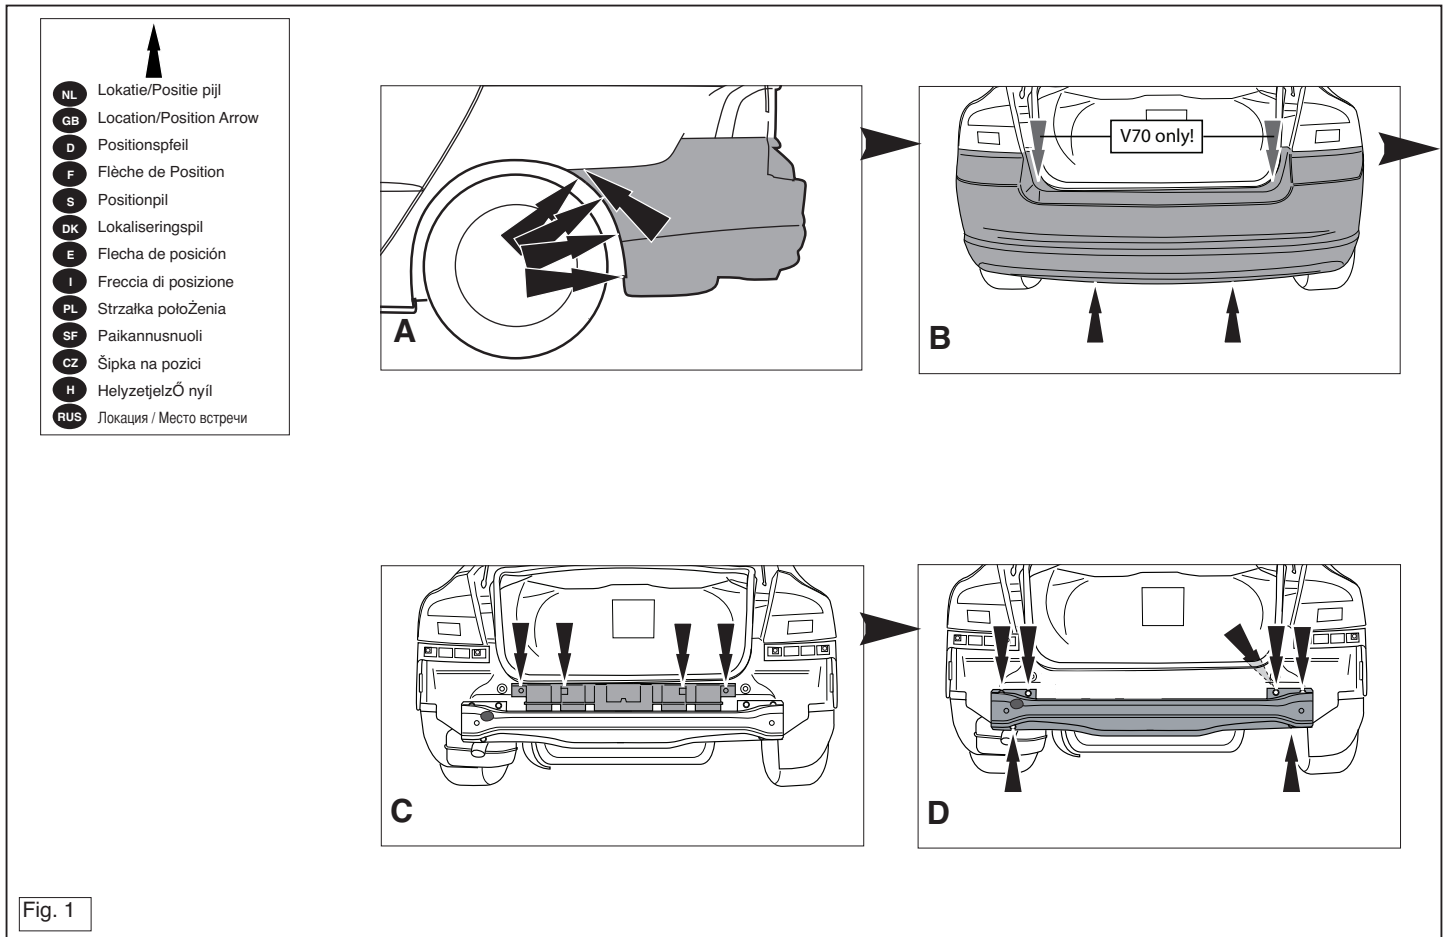

Fig. 1
1. Déposer le pare-chocs du véhicule y compris la traverse en acier. Voir la figure 1.
1. Demonter kofangeren, inklusive køretøjets stålstødbjælke. Se fig. 1.
1. Zdemontować z pojazdu zderzak wraz ze stalową belką zderzakową. Patrz rysunek 1.